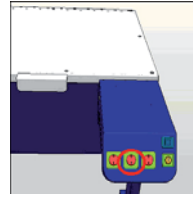

Figura 3: Encienda el escáner
4. Encender ahora el escáner TCS SP5 en la consola de control.(figura 3).